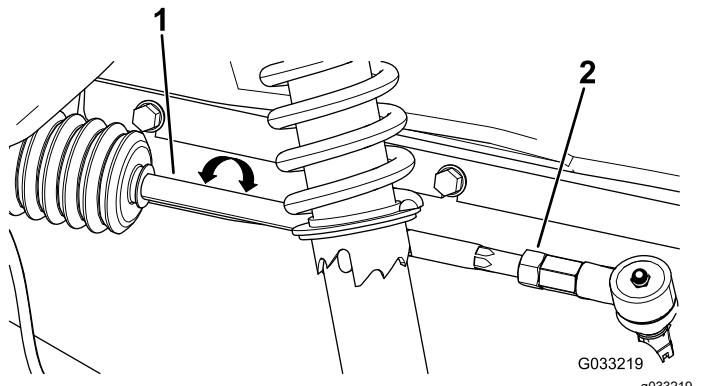

Bild 57
2. Wenn der Wert nicht zwischen 0-6 mm liegt, lösen Sie die Klemmmuttern am äußeren Ende der Spurstangen (Bild 57).